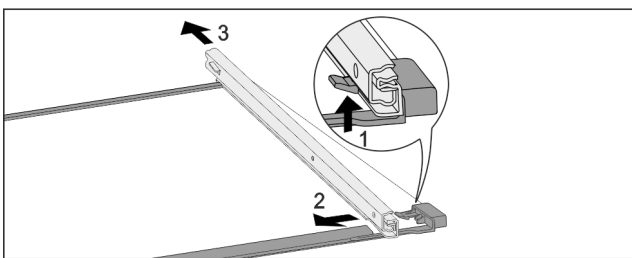

Fig. 180 Glasplaat met rails
- ▶ Voorste vergrendelhaak naar boven duwen. Fig. 180 (1)
- ▶ Uitschuifrail naar de zijkant Fig. 180 (2) en naar achteren Fig. 180 (3) wegschuiven.